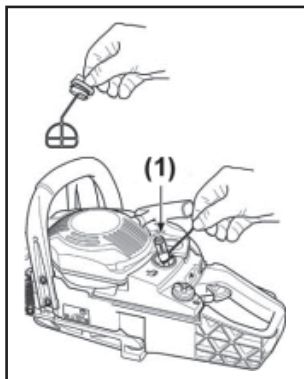

Рис. 25
- Извлечь фильтр (1) из отверстия фильтра с помощью проволочного крючка. Рис. 25.